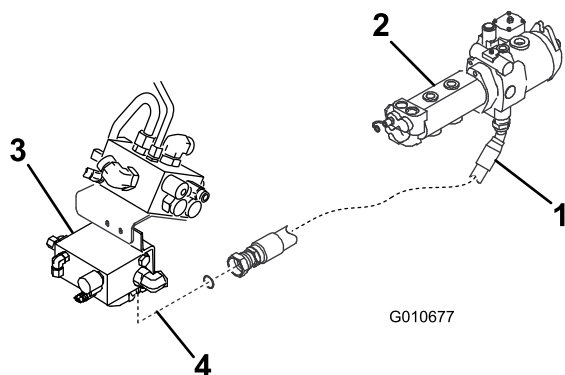

Figura 5
7. Montate il nuovo flessibile idraulico D sul gruppo pompa idraulica, al posto del flessibile rimosso (Figura 5).
8. Dirigete il flessibile idraulico D verso il ripartitore di flusso e collegatelo al raccordo a 90 gradi sotto il collettore (Figura 5).